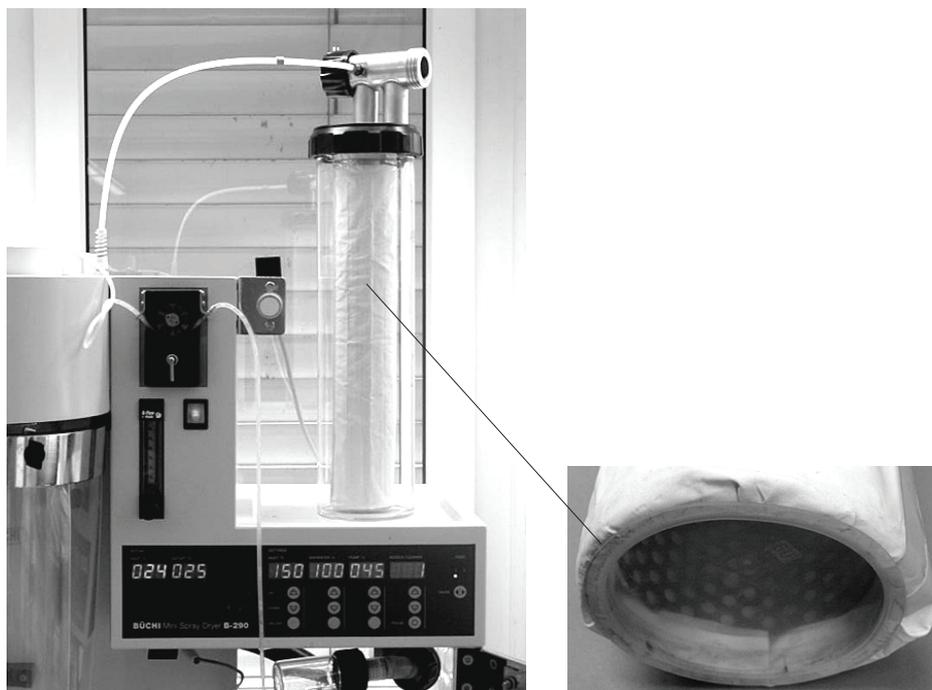

図 6.5：アウトレットフィルターからの粒子の回収
- フィルターを図 6.5 に示す位置に置きます。ノズルクリーニング用チューブをノズルから外してフィルターハウジングに接続します。